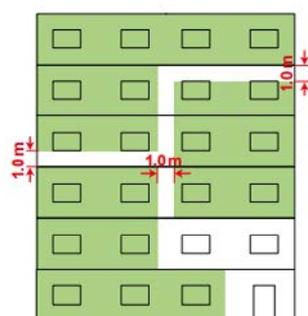

Abb. 9
- 1 m Abstand zwischen einzelnen Teilflächen, wenn die Begrünung sich über mehrere Geschosse erstreckt (Abb. 9–11)